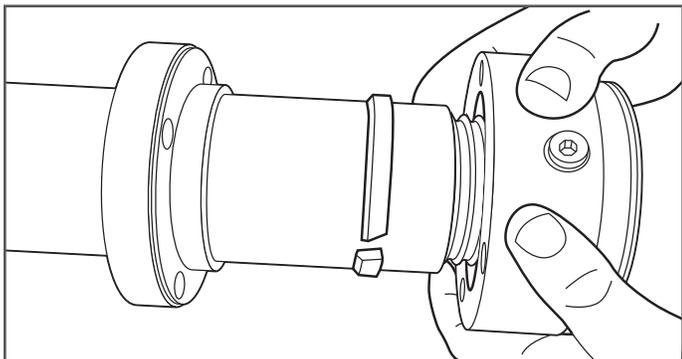

Figura 8-7
7. Retire la sección media del acoplamiento DoubleTrac®. (Figura 8-7)